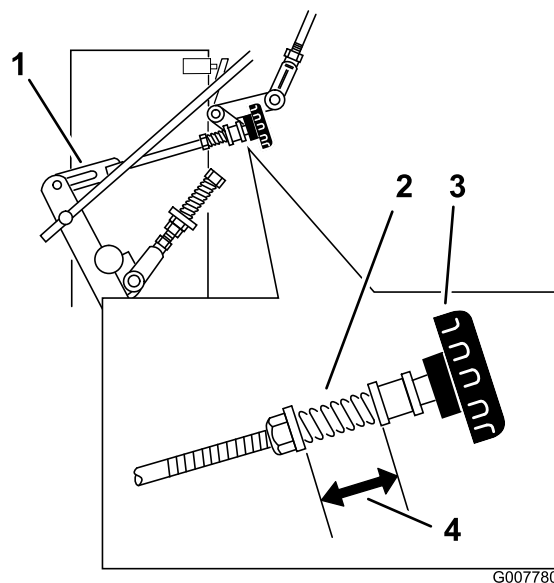

Figura 38
3. Ajuste el acoplamiento del lado derecho girando el mando de ajuste de la dirección en el sentido contrario a las agujas del reloj hasta que la rueda empiece a girar hacia adelante (Figura 38).
4. Gire el mando en sentido horario, 1/4 de vuelta cada vez. A continuación, mueva la palanca de control de velocidad hacia delante y hacia atrás a la posición de PUNTO MUERTO. Repita esto hasta que la rueda derecha deje de girar hacia adelante (Figura 38).
6. El muelle que mantiene tensado el mando no suele necesitar ajustes. No obstante, si es necesario ajustarlo, ajuste la longitud del muelle hasta que la distancia entre las arandelas sea de 26 mm (Figura 38).
7. Ajuste la longitud del muelle girando la tuerca de la parte delantera del muelle (Figura 38).